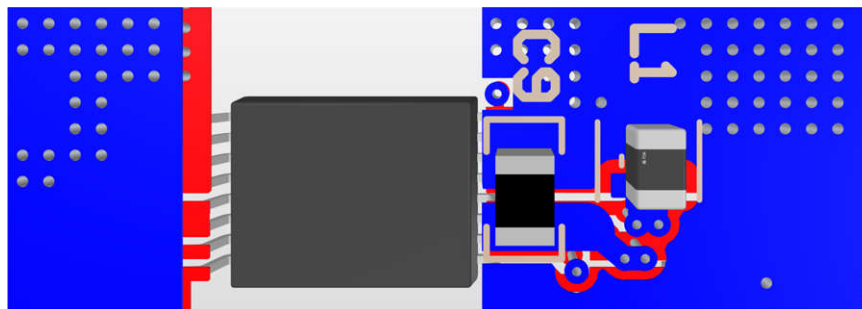

図 8-10. 底面、昇降圧、VEE LC の配置と配線
- a. 2.2 μ F の高周波バイパス コンデンサ (C9) は、VEE および COM ピンのできるだけ近くに配置します。3MHz から 4MHz までの自己共振周波数は、3.3 μ H のインダクタ (L1) を選択した昇降圧コンバータのスイッチング周波数ノイズに対して低インピーダンスのデカップリングを実現するために最も理想的です。VEE 昇降圧コンバータのコンデンサと内部ローサイド MOSFET との間のスイッチング ループを低減するために、コンデンサを PCB のさまざまな側に配置し、ビアを使用して接続することも可能です。さらに、コンデンサを異なる側に配置すると、VDD ピンと COM ピンのデカップリング コンデンサの配置が簡素化されます。図 8-10 に、C9 と L1 を PCB の底面に配置する例を示します。